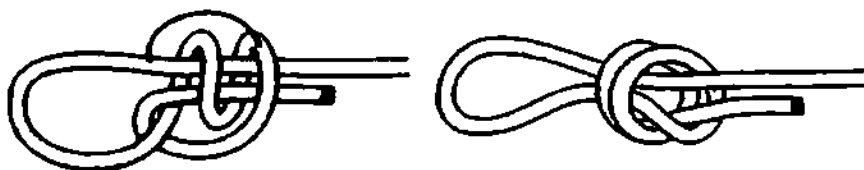

Рис. 366. **Гиревый узел** – это не расправленный браконьерский узел.
**Браконьерский узел**, как и **кровавый узел**, имеет две формы. Узел, завязанный второй формой, имеет собственное название – **гиревый узел** (рис. 366). **Браконьерский узел** – надёжный и крепкий, **гиревый узел** – слабый и опасный. **Гиревый узел** не стабилен при чрезмерной нагрузке, он ползёт, ходовой конец может выскользнуть и узел развязаться.